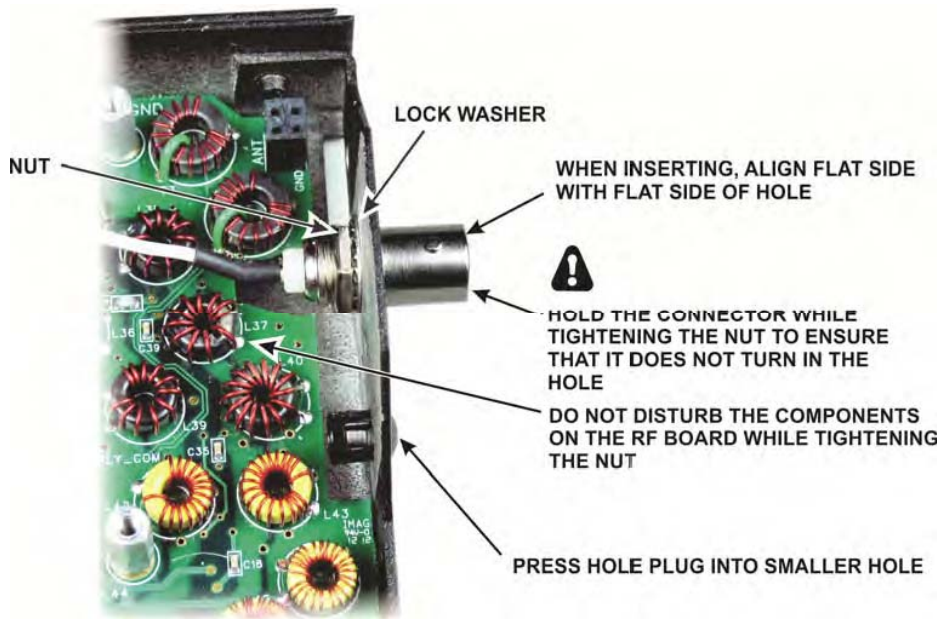

Figure 42. Installing the Antenna Connector and Hole Plug.
□ ホール・プラグおよび図42に示されるようなアンテナ・コネクタをインストールしてください。スペースがほとんどないので、コネクタが穴に単に部分的に挿入される間、BNCコネクタ系の上のワッシャーおよびナットを始めてください。